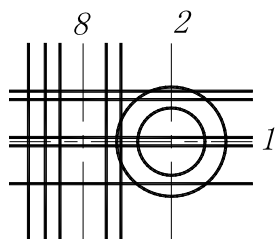

图 7-8 偏移线
(4) 由中心线 1 偏移出 5 条线，并将这些线的图层改为“轮廓线”层，如图 7-8 所示。